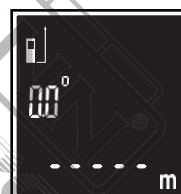

Fig. 3
Pornirea (Fig. 3)
- Referința de măsurare implicită este partea de jos a contorului. (Fig. 3)